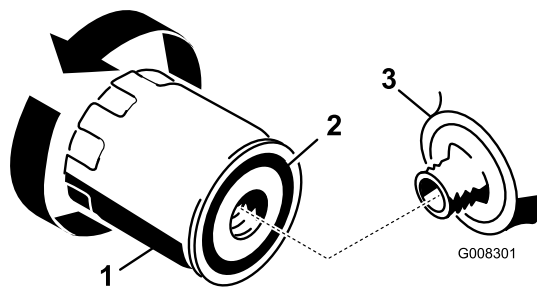

Bild 24
2. Entfernen Sie den alten Ölfilter und wischen Sie die Dichtfläche am Anbaustutzen ab (Bild 24).
3. Schmieren Sie die Gummidichtung am neuen Ölfilter (Bild 24) mit etwas Frischöl ein.
5. Ziehen Sie den Filter um eine weitere 1/2 bis 3/4 Umdrehung (Bild 24).